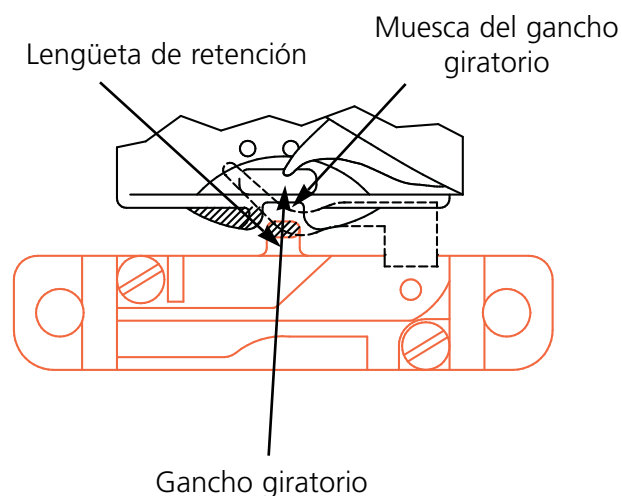

Figura 4-22
9. Alinee la lengüeta de retención del el UTC en la cesta interior del gancho giratorio (ilustrado en la figura 4-22). Si la cesta interior se mueve, puede romper una aguja o dañar el gancho.